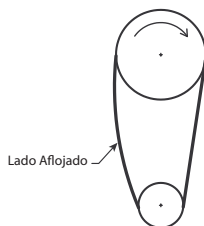

Figura 8
- b. Modelos 16FT16, 5DVL6, 5DVL7, 5DVL8, 5DVL9, 5DVN0: Las correas se deben tensar solo lo suficiente como para evitar deslizamientos con carga completa. Las correas deben tener una leve inclinación en el lado aflojado cuando funcionan con cargas completas. Consulte la Figura 8.